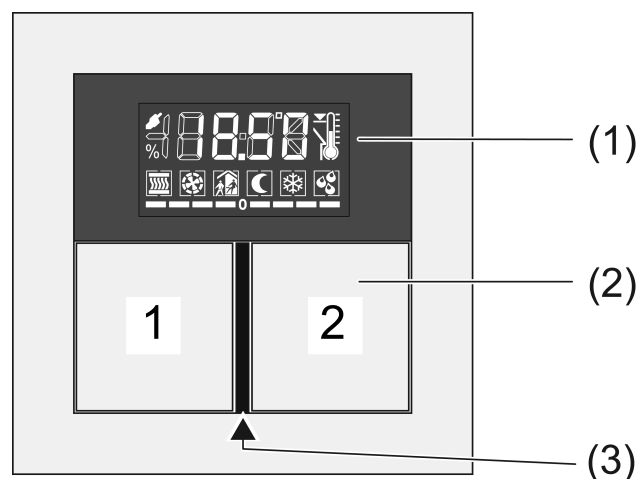

рисунок 1
- Открыть: одновременно нажать кнопки **1** и **2** вверх (рисунок 1).